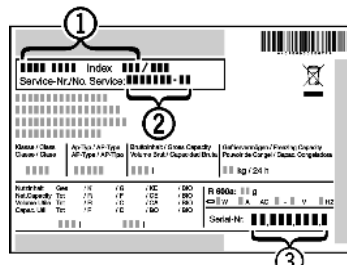

Fig. 23
- Relever la désignation de l'appareil Fig. 23 (1), le n° de service Fig. 23 (2) et le n° de série Fig. 23 (3) sur la plaquette signalétique. Cette plaquette se trouve sur la paroi intérieure gauche de l'appareil.
- Informer le S.A.V. et lui communiquer la panne, la désignation de l'appareil Fig. 23 (1), le n° de service Fig. 23 (2) et le n° de série Fig. 23 (3).